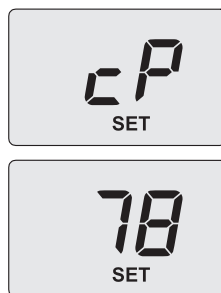

Figura 9.13
- Utilizzare i tasti 14 o 15, sul display LCD le lettere **cP** si alternano con il valore di temperatura dell'acqua di riscaldamento (es. **78**) e compare la scritta "**SET**", indicanti l'entrata nell'attivazione della "funzione spazzacamino" alla potenza massima in riscaldamento (Figura 9.13);